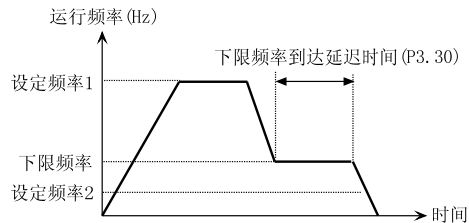

图 5-2-4 0频运行
- ◆ 选择1：0频运行时，如果设定频率小于下限频率，则先在下限频率运行下限频率，等待下限频率到达延迟时间P3.30之后，再下降到0频运行，如图5-2-4所示。